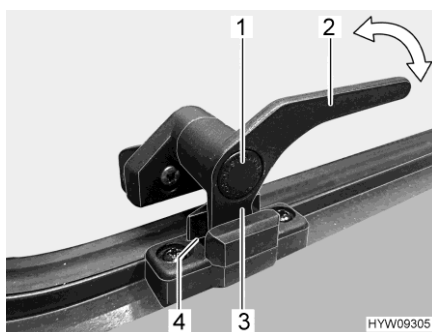

Fig. 59 Leva di serraggio (posizione "Aerazione continua")
- In posizione di "Aerazione continua" (Fig. 59)
- Premere il bottone di sicurezza (Fig. 59,1) e mantenerlo premuto.
- Ruotare la leva di serraggio (Fig. 59,3) di un quarto di giro verso il centro della finestra.
- Girare nuovamente all'indietro la leva di serraggio. Riportare contemporaneamente il nasello di chiusura (Fig. 59,3) della leva di serraggio nella rientranza della chiusura della finestra (Fig. 59,4).
- Rilasciare il bottone di sicurezza (Fig. 59,1).